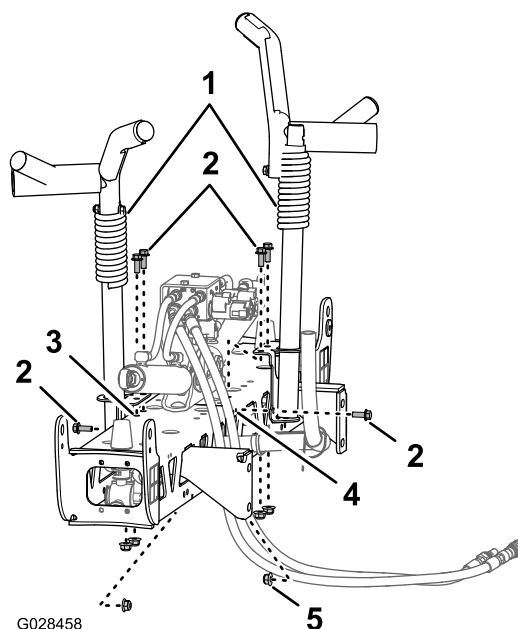
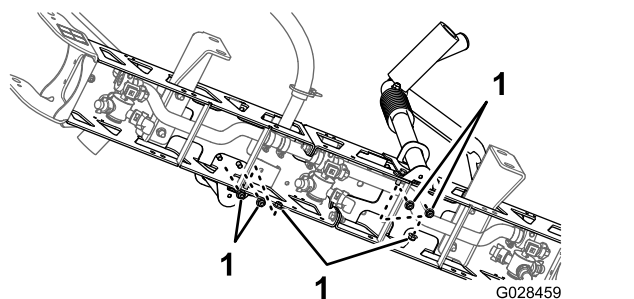

Figura 37
Figura 38
2. Alinee los soportes de transporte del brazo con la sección del brazo central (Figura 37).
3. Instale los soportes en la sección del brazo (Figura 37 y Figura 38) con 6 pernos ($\frac{3}{8}$ " x 1") y 6 contratuercas con arandela prensada ($\frac{3}{8}$ ").